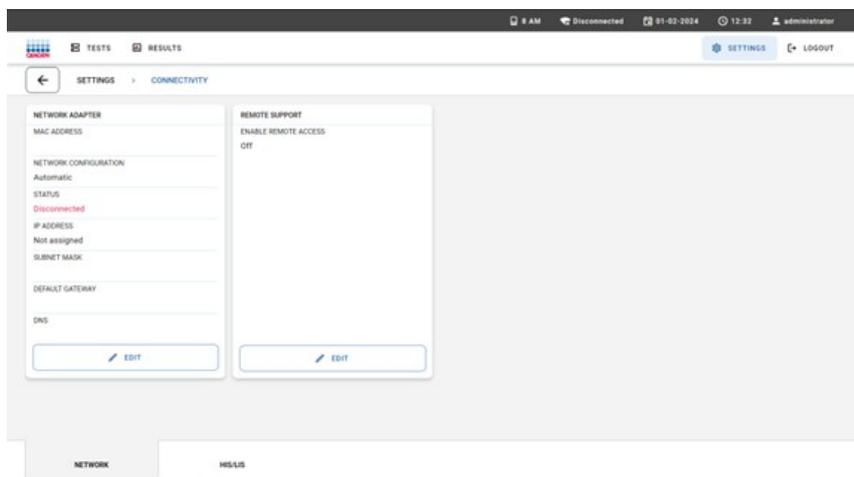

Figura 80. Configurações de conectividade com configuração de suporte remoto.
3. Pressione o botão **EDIT** (Editar) no painel **REMOTE SUPPORT** (Suporte remoto) (Figura 80).